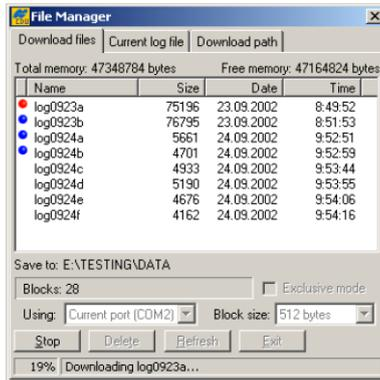

Figura 5-12. Scaricamento di file - Indicatori di stato
- Fare clic sul tasto **Download**. Durante lo scaricamento, accanto ad ogni file verranno visualizzati degli indicatori di stato (Figura 5-12).